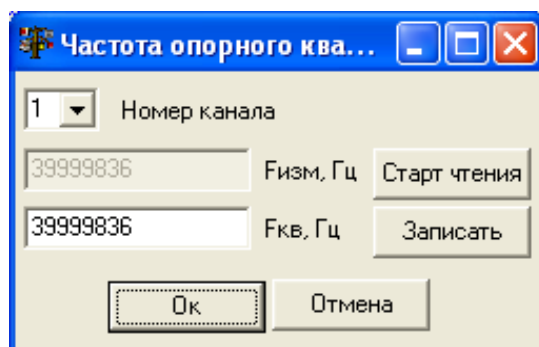

Рис.26. Вкладка «Частота опорного кварца».
2.6.5. Нажмите кнопку **Изменить** справа от значения частоты опорного кварца. На мониторе появится вкладка, изображенная на рис.26.